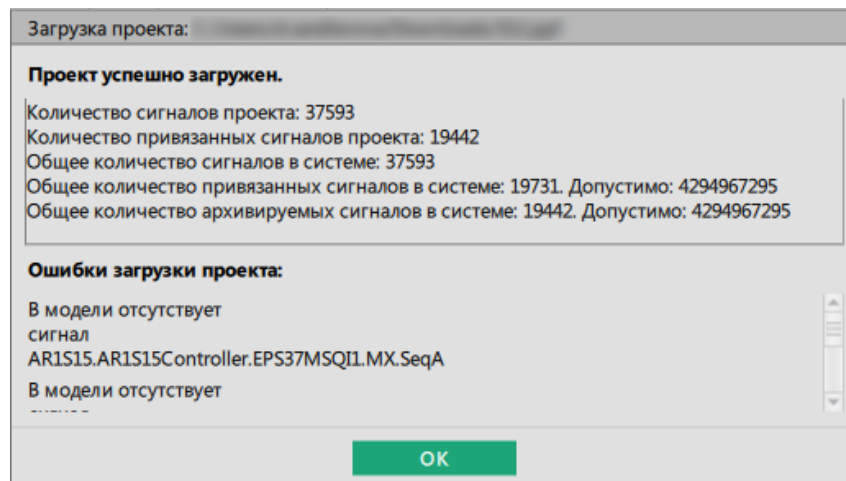

Рисунок 135 - Проект успешно загружен
4. После загрузки проекта появится окно со статистикой загрузки (Рисунок 135). В случае неуспешной загрузки в этом же окне отобразится информация об ошибках.